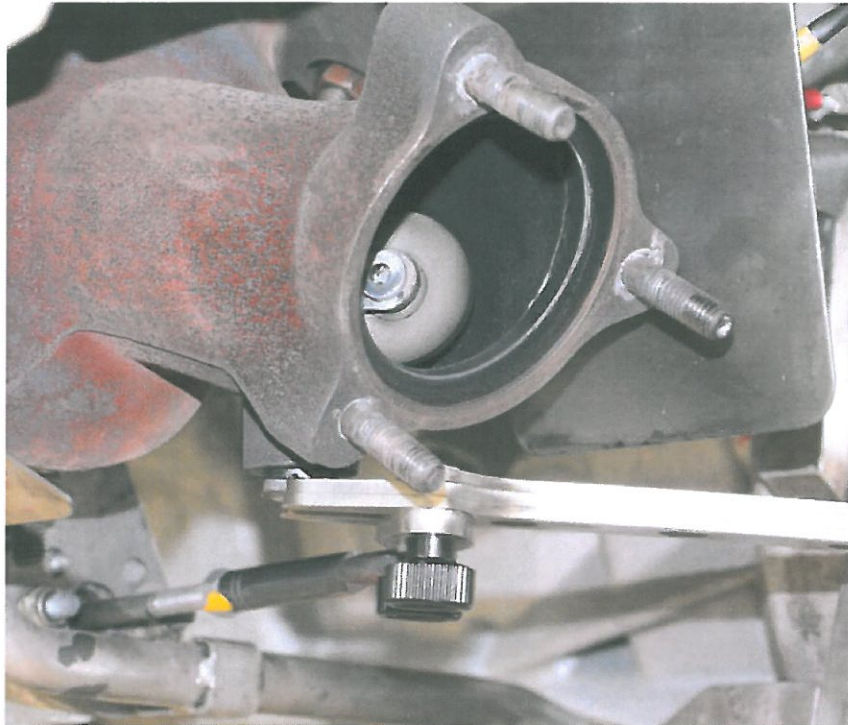

Bild 4 Befestigung des Führungswerkzeuges am Gegenhalter
7. Das Werkzeug zur Bohrerführung am Gegenhalter montieren. Das Führungswerkzeug mit den beiden Schrauben aus dem Teilesatz am Gegenhalter befestigen. Siehe Bild 4.